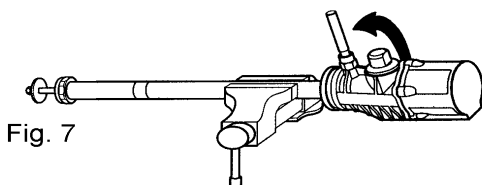

Fig. 7
4. Introduce an open end wrench in the milling of the lower part of the air piston rod (36), unscrew the nut (59) and remove the washer (58) (fig. 7).
4. Håll, med en öppen fast nyckel i de frästa spåren, i nedre delen av centralstången (36) medans muttern (59) skruvas loss och brickan (58) borttages (Fig. 7).
5. Slå försiktigt ut rörpinnen (38) som sitter i den övre delen av kopplingsmuttern (37) och skruva loss luftmotorn från pumpröret.